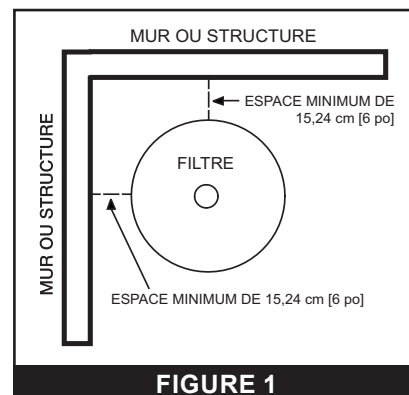

FIGURE 1
5. Prévoyez un dégagement suffisant autour du filtre pour permettre une inspection régulière de la tension et du positionnement du collier de serrage. Veuillez vous référer à **FIGURE 1**.